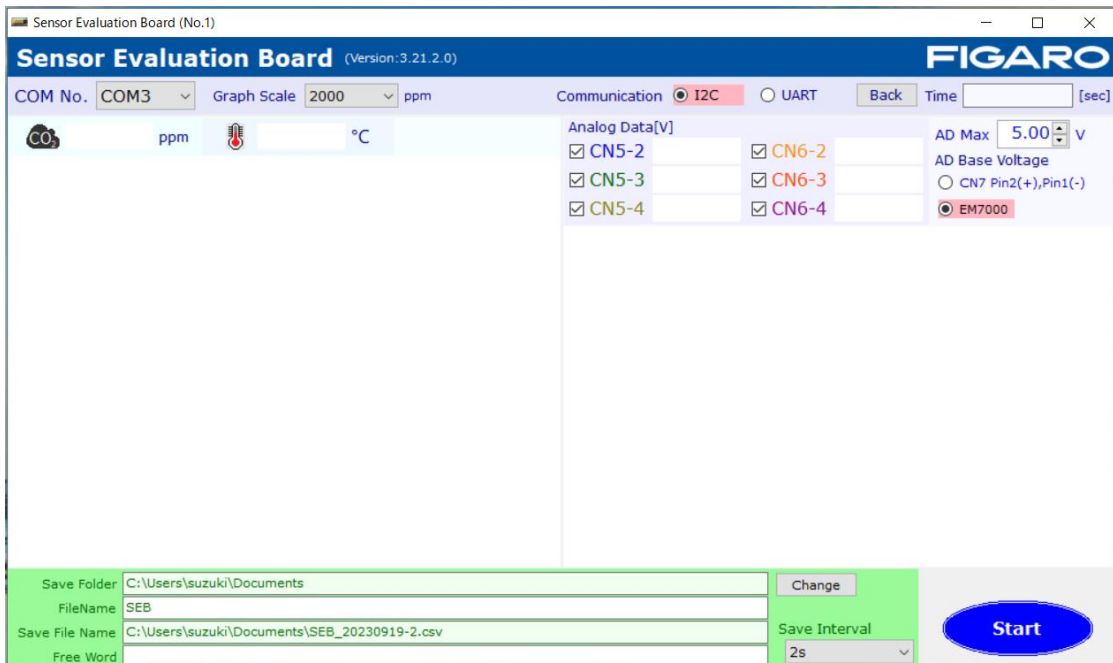

图8 专用APP启动画面
- ⑤ 双击已经安装到电脑上的专用 APP 图标 (ConcMeasure.exe)，显示如图 8 所示的启动画面。